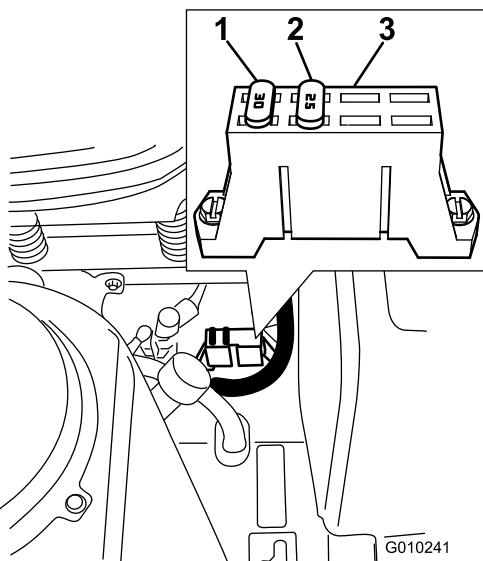

Figura 46
1. Los fusibles están situados en la consola de la derecha, junto al asiento (Figura 46).
3. Instale un fusible nuevo (Figura 46).